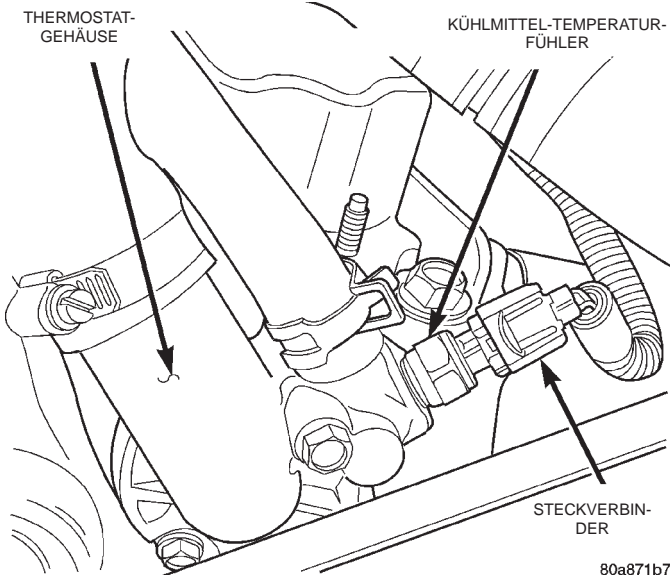

Abb. 22 Kühlmittel-Temperaturfühler (ECT)—Beispiel
(19) Prüfen, ob der Kabelbaum-Steckverbinder am Kühlmittel-Temperaturfühler (ECT) korrekt angeschlossen ist (Abb. 22).